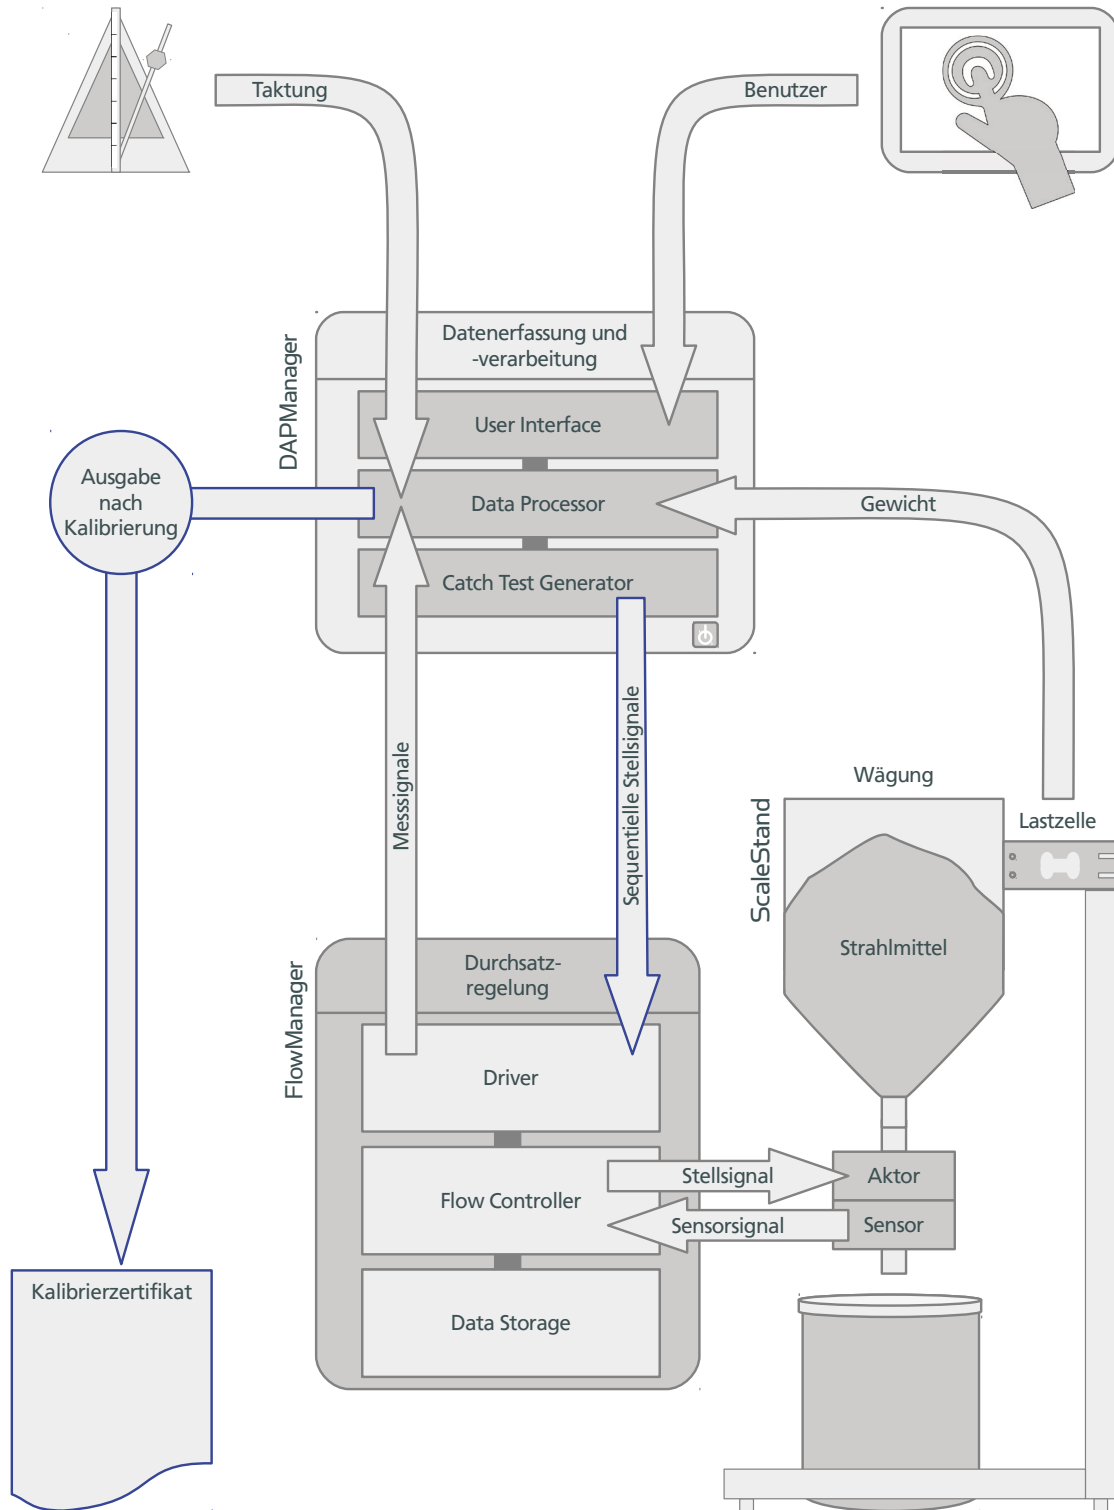

Abbildung 3: flux:on System im Kalibriermodus
- Kalibrierung des Systems zur Überprüfung der erzielten Genauigkeit (Abbildung 3).